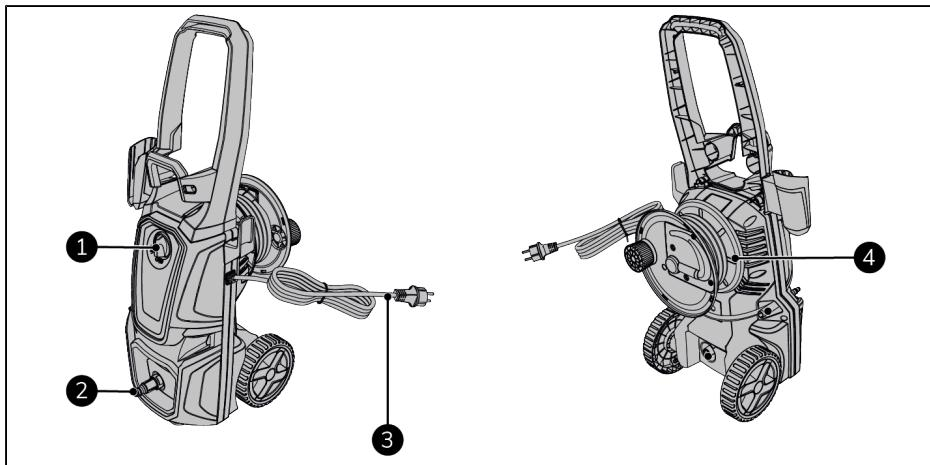

Abbildung 51.
2. Stellen Sie sicher, dass sich der Schalter EIN(I)/AUS(0) (Abbildung 51, Pos. 1) in der Position AUS(0) befindet.
3. Stecken Sie den Netzstecker (Abbildung 51, Pos. 3) in eine leicht zugängliche Steckdose.
4. Rollen Sie den Hochdruckwasserschlauch von der Schlauchtrommel (Abbildung 51, Pos. 4) ab.
5. Schließen Sie die Wasserversorgung an das Gerät an (Abbildung 51, Pos. 2).